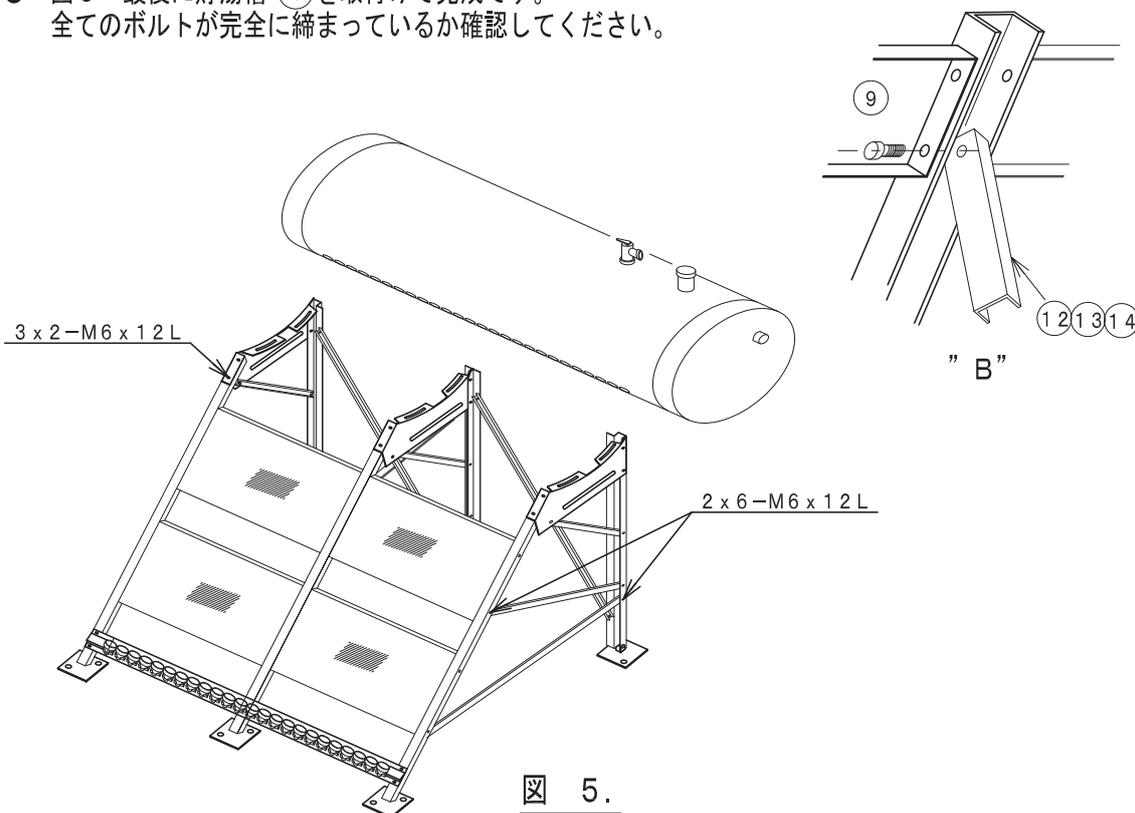

図 5.
- 図5 最後に貯湯槽①を取付けて完成です。全てのボルトが完全に締まっているか確認してください。